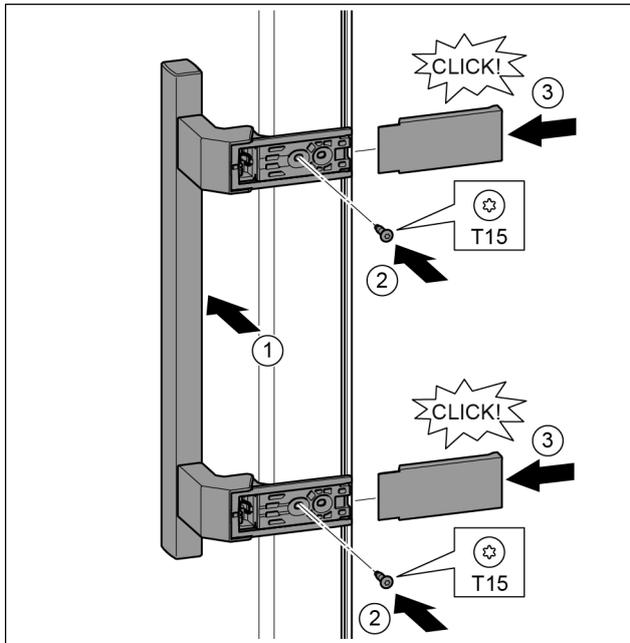

Fig. 19
- ▶ Applicare la maniglia sul lato opposto. Fig. 19 (1)
- ▶ Serrare le viti con il cacciavite T15. Fig. 19 (2)
- ▶ Applicare le coperture lateralmente e inserirle spingendo. Fig. 19 (3)